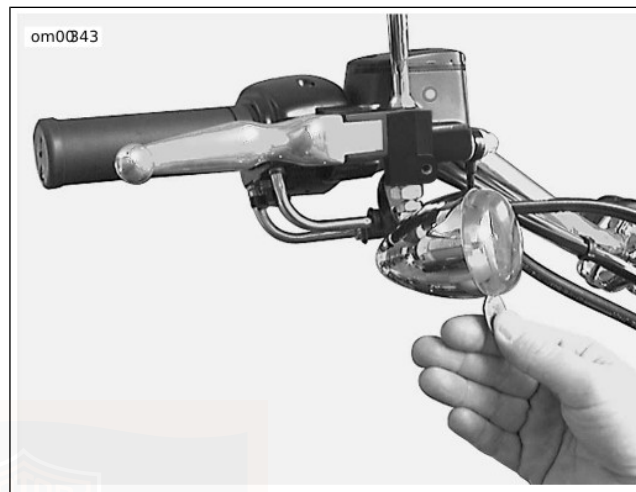

Figura 44. Tacca sulla cornice della lente
1. Vedere Figura 44. Per accedere alle lampadine degli indicatori di direzione anteriori o posteriori per sostituirle, individuare la scanalatura sulla cornice della lente degli indicatori di direzione.